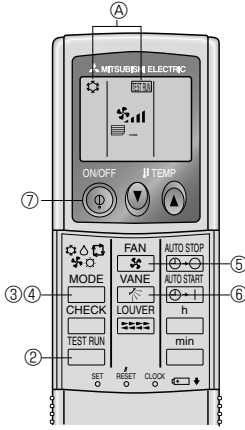

Fig. 7-2
7.2.2. Kablosuz uzaktan kumanda kullanarak (Fig. 7-2)